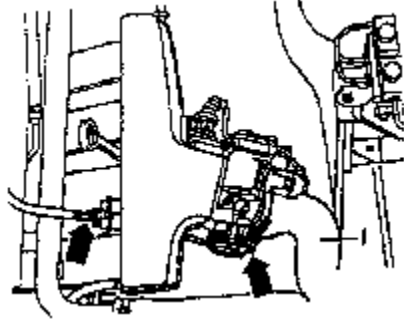

图 4-8 拉下空气软管
(9) 如图 4-8 所示，脱开节气门控制单元及支架处的节气门拉索（但不要拆下节气门拉索保持器），将节气门拉索移向一侧。从节气门控制单元上脱开空气软管 1。